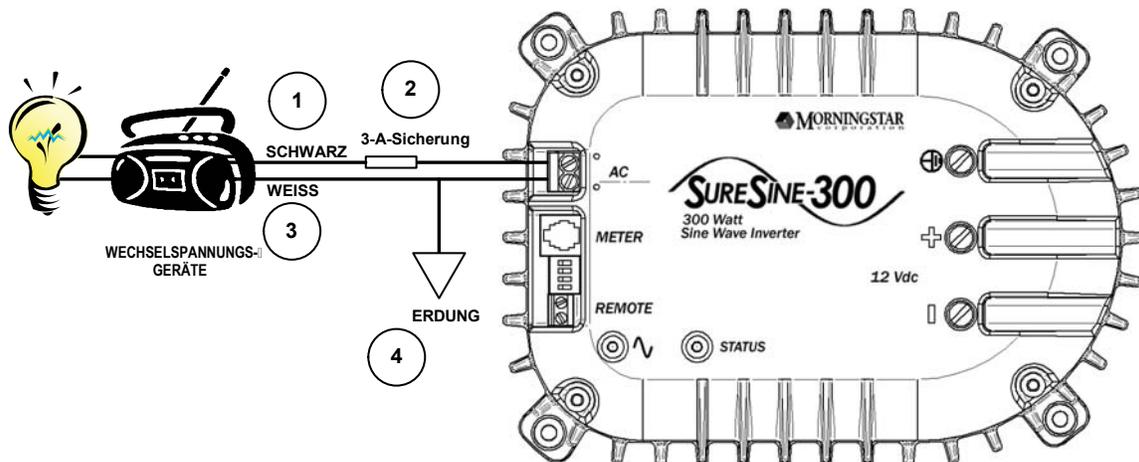

Abbildung 3: Wechselspannungs-Schaltplan
Die Wechselspannungs-Netzkabel werden nicht mitgeliefert. Für alle Wechselspannungs-Verbindungen die entsprechende Kabelfarbe gemäß Abbildung 3 verwenden.
1. Ein schwarzes Kabel gemäß UL-Norm mit  $4 \text{ mm}^2$  (12 AWG, American Wire Gauge) zu den Wechselspannungs-Lasten bzw. zum Verteiler verwenden (siehe Abbildung 3).
2. Eine 3-A-Seriensicherung in den Wechselspannungs-Leiter einfügen (siehe Abbildung 3).